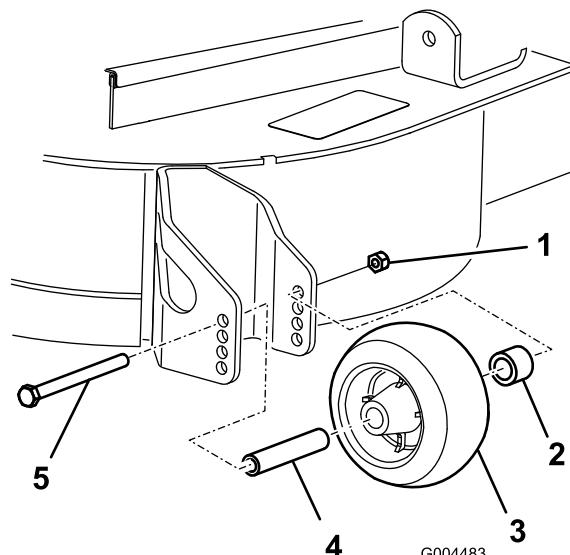

Figura 25
3. Depois de regular a altura de corte, ajuste os rolos retirando a porca flangeada, a bucha, a cunha e o parafuso (Figura 25).
5. Coloque a porca flangeada, a bucha, a cunha e o parafuso. Aperte com 54–61 Nm (Figura 25).